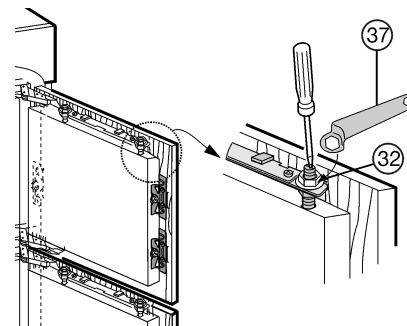

Fig. 30
- Apriete las contratuercas Fig. 30 (32) con la llave anular Fig. 30 (37) sujetando los pernos de ajuste Fig. 30 (33) con un destornillador.